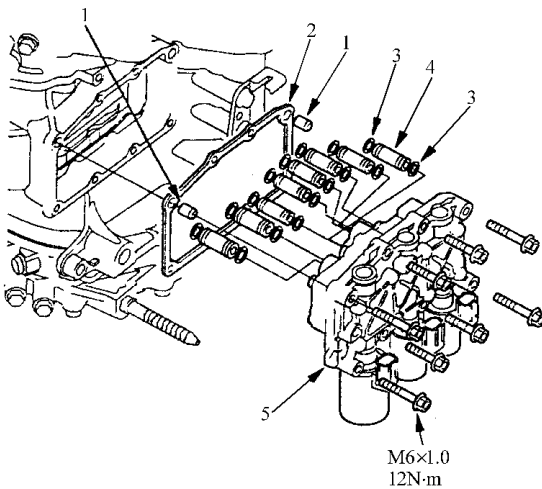

图 5-141 安装定位销
55) 如图 5-141 所示, 将定位销和新的垫圈安装到变速器壳体上。